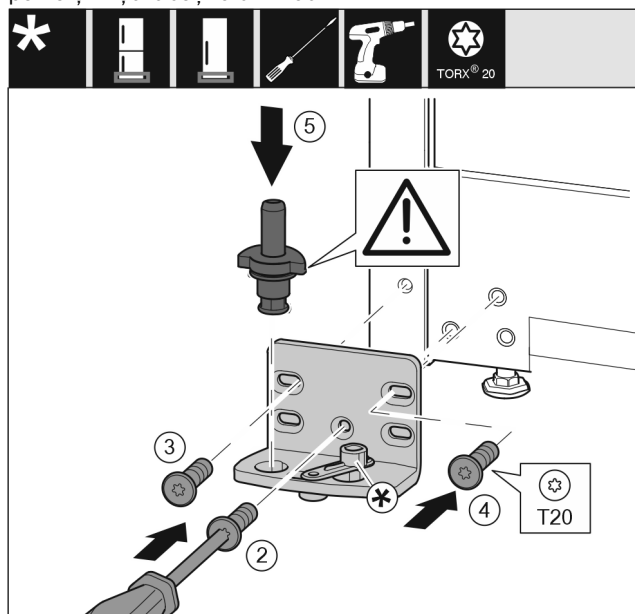

Fig. 16
- ▶ Aplicați suportul de lagăr pe partea opusă și înșurubați-l cu ajutorul unei șurubelnițe. Incepeți cu șurubul Fig. 16 (2) de jos din centru.
- ▶ Înșurubați ferm șurubul Fig. 16 (3) și șurubul Fig. 16 (4).
- ▶ Introduceți complet bolțul de lagăr Fig. 16 (5). Aveți grijă aici ca respectiva camă de fixare să fie îndreptată către înapoi.